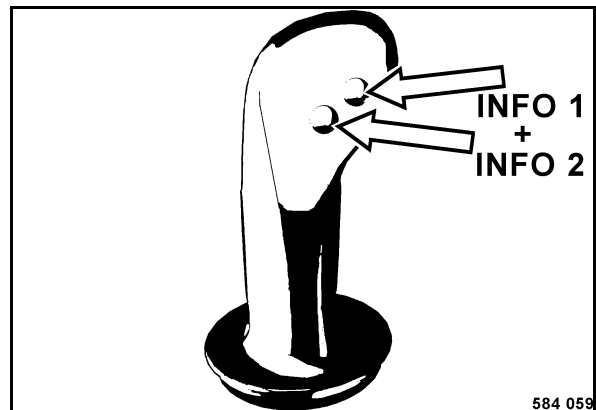

Fig. 100
- Pulsar ambos botones INFO (Fig. 100) más de tres segundos para entrar al modo de ingreso.